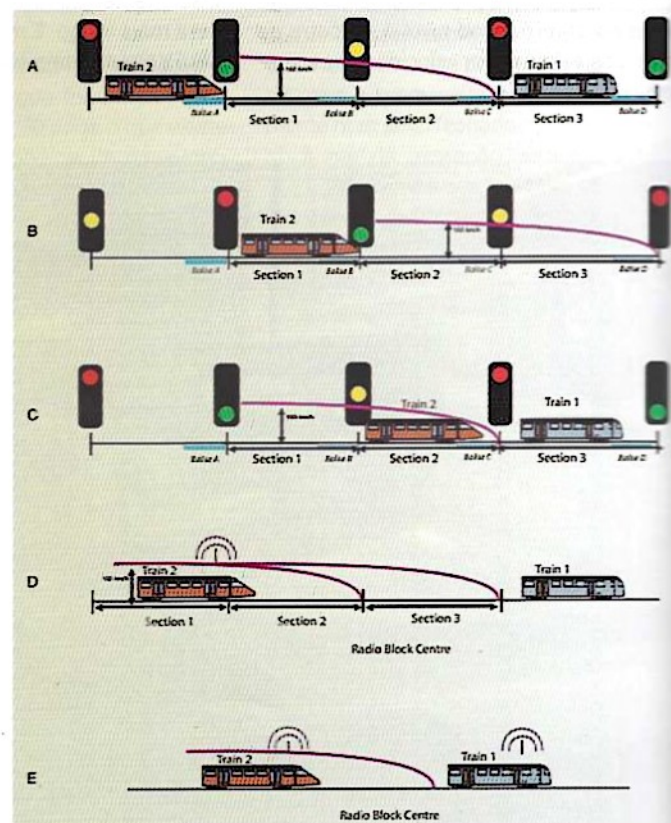

Figura 1. Diagrama dos Sistemas ETCS [1].
Em velocidades de até 160 km/h, o maquinista geralmente pode ver os sinais de via. O diagrama mostrado na parte superior da Figura 1 é uma representação simples de como as colisões de comboios são evitadas com a utilização de sinais de via.
- Em princípio, no nível 1 (ver A, Figura 1), uma baliza ETCS 'comutável' é colocada em cada sinal. O comboio 2, ao passar pela baliza A no sinal 'verde', recebe autorização para circular até ao final do troço 2. Em princípio, esta autorização permite-lhe circular à velocidade máxima da linha (neste exemplo, 160 km/h) até a baliza B, localizada no próximo sinal. Na ausência de novas informações, tendo passado a baliza B, o comboio deverá frear para parar antes do sinal na baliza C.